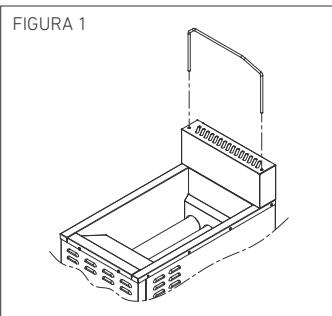

FIGURA 1
- Encaixe o suporte dos cestos nos furos localizados na parte superior do fritador (figura 1).